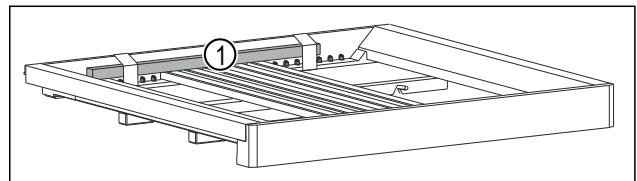

Fig. 5 \*
- Holzstab Fig. 5 (1) entfernen.\*